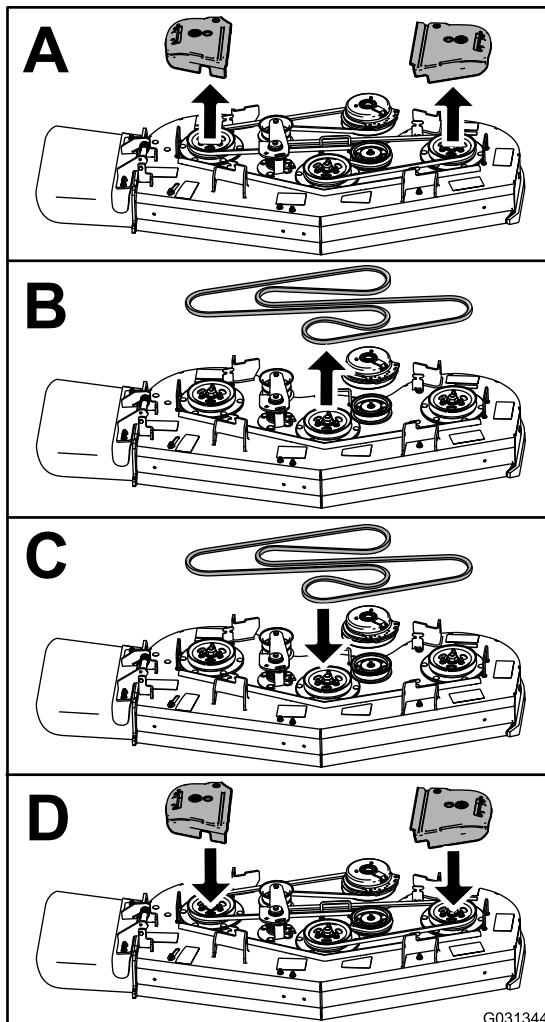

Bild 70
3. Wechseln Sie den Riemen aus, wie in Bild 70 abgebildet.